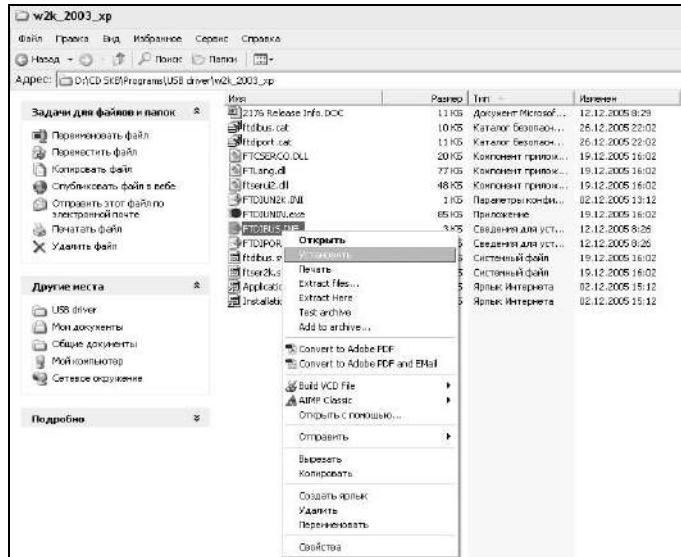

Рисунок 2.3 – Окно ручной установки драйвера
- нажать правой клавишей мыши на файле FTDBUS.INF в выпадающем меню выбрать пункт «Установить» (рисунок 2.3);